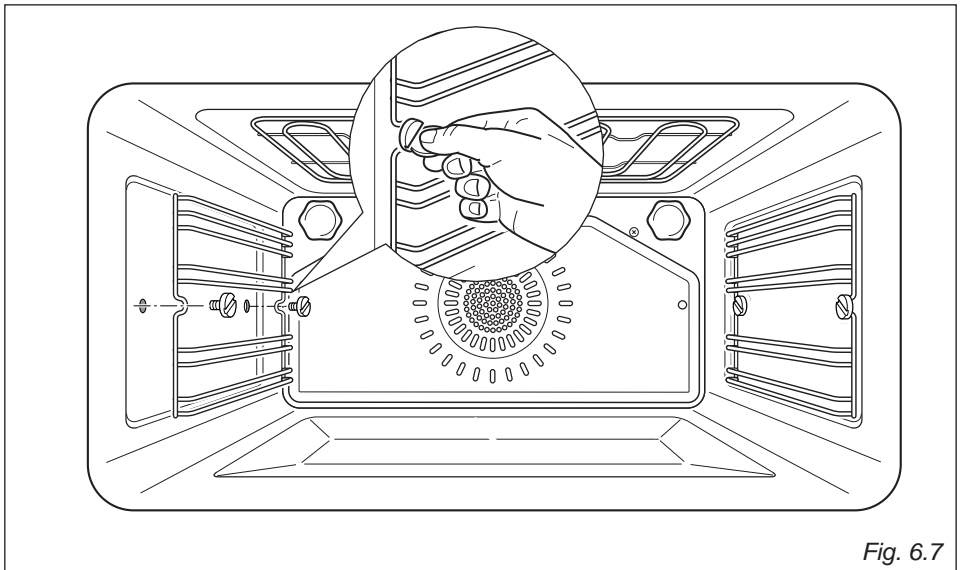

Fig. 6.7
- Monter ovnribberne med de medfølgende skruer (Fig. 6.7).